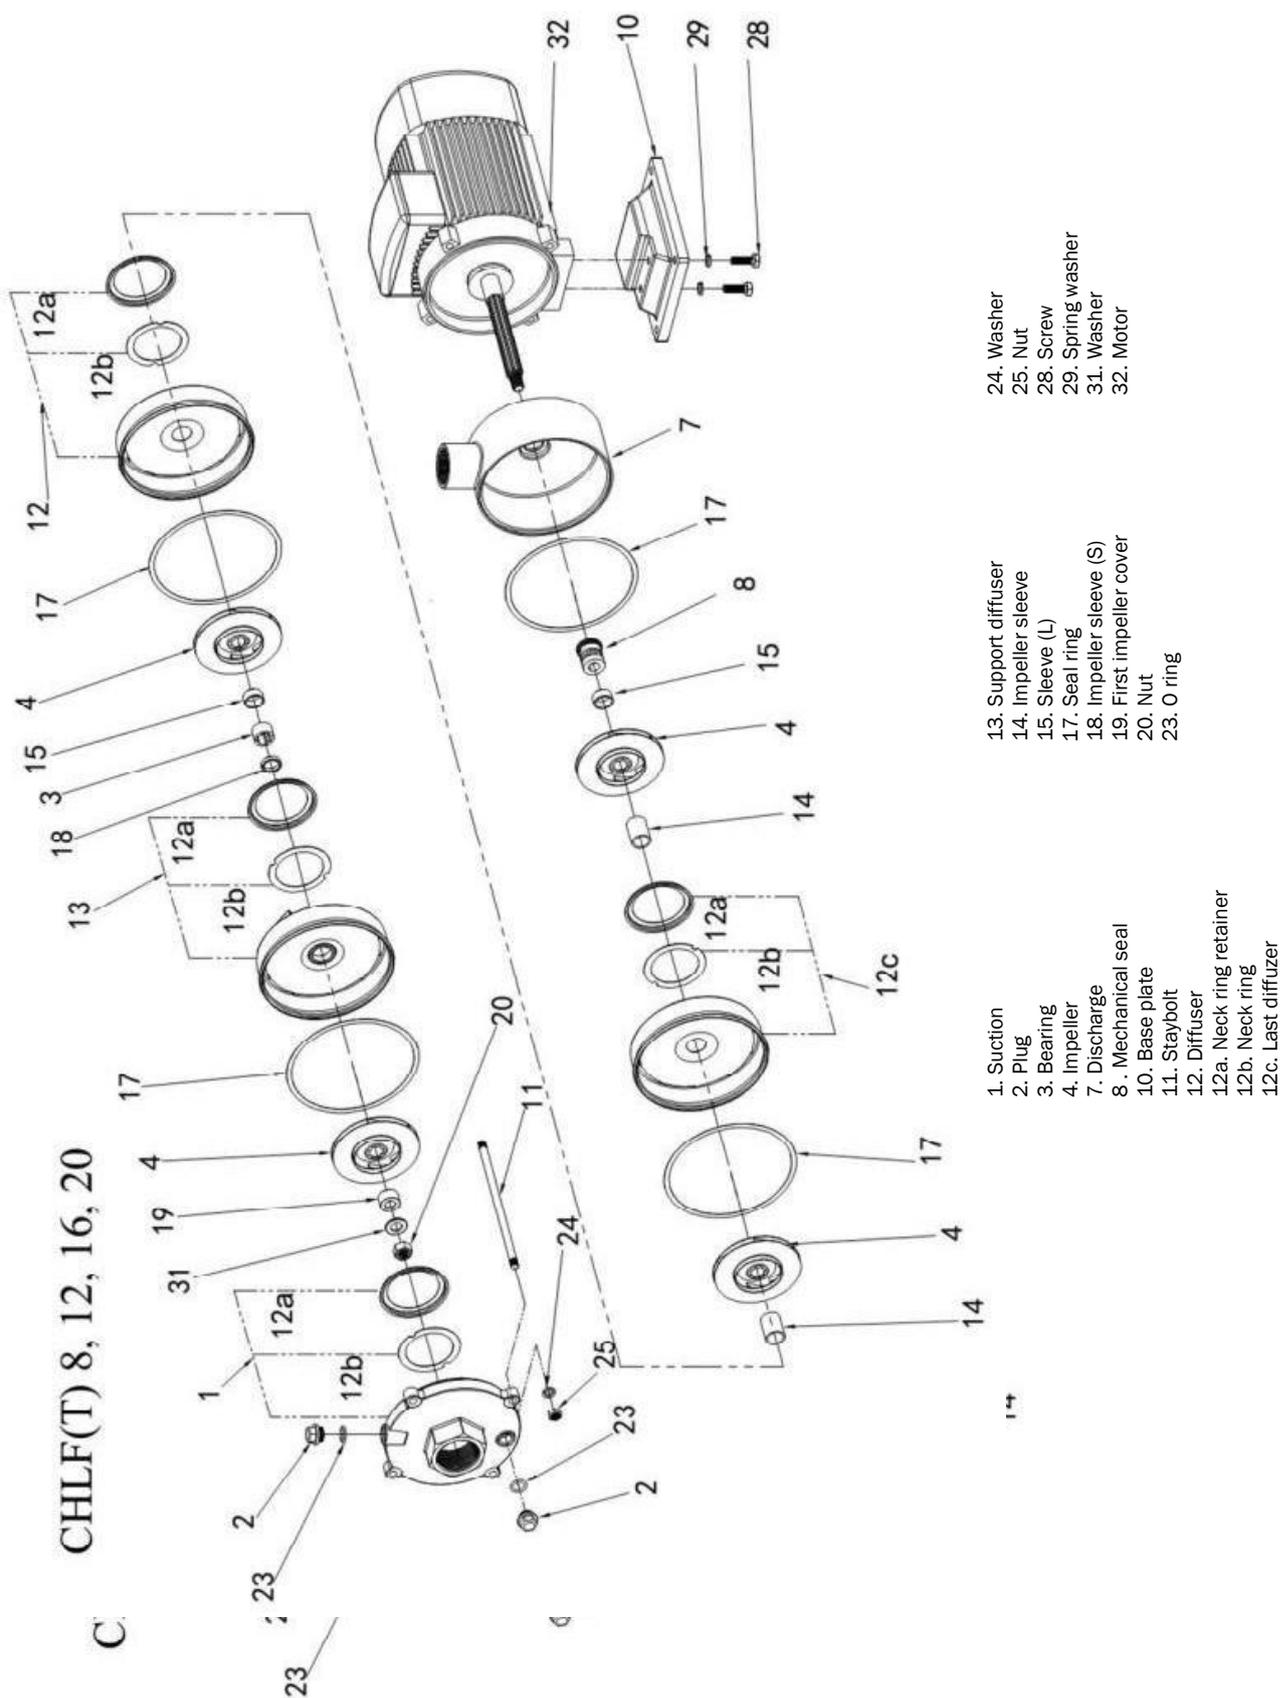

Fig. 12 CHLF(T) 8, 12, 16, 20 pump construction
5.2 Разборка насоса (Рис. 9 – Рис. 12)